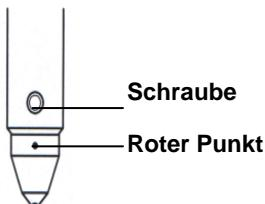

Abbildung 6-14 Einbau eines Eindringstempel
1. Führen Sie vorsichtig den Schaft des Eindringstempel in das Monatgeloch so, dass der rote Punkt zu Ihnen zeigt. (Siehe Abbildung 6-14).